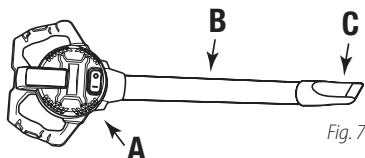

Fig. 7
21. Inserte el tubo de extensión de 2-1/2" **(B)** en el escape del soplador **(A)**. Empújelo con firmeza para que encaje en su lugar girándolo ligeramente. Coloque el accesorio deseado **(C)**. **Fig. 7.**